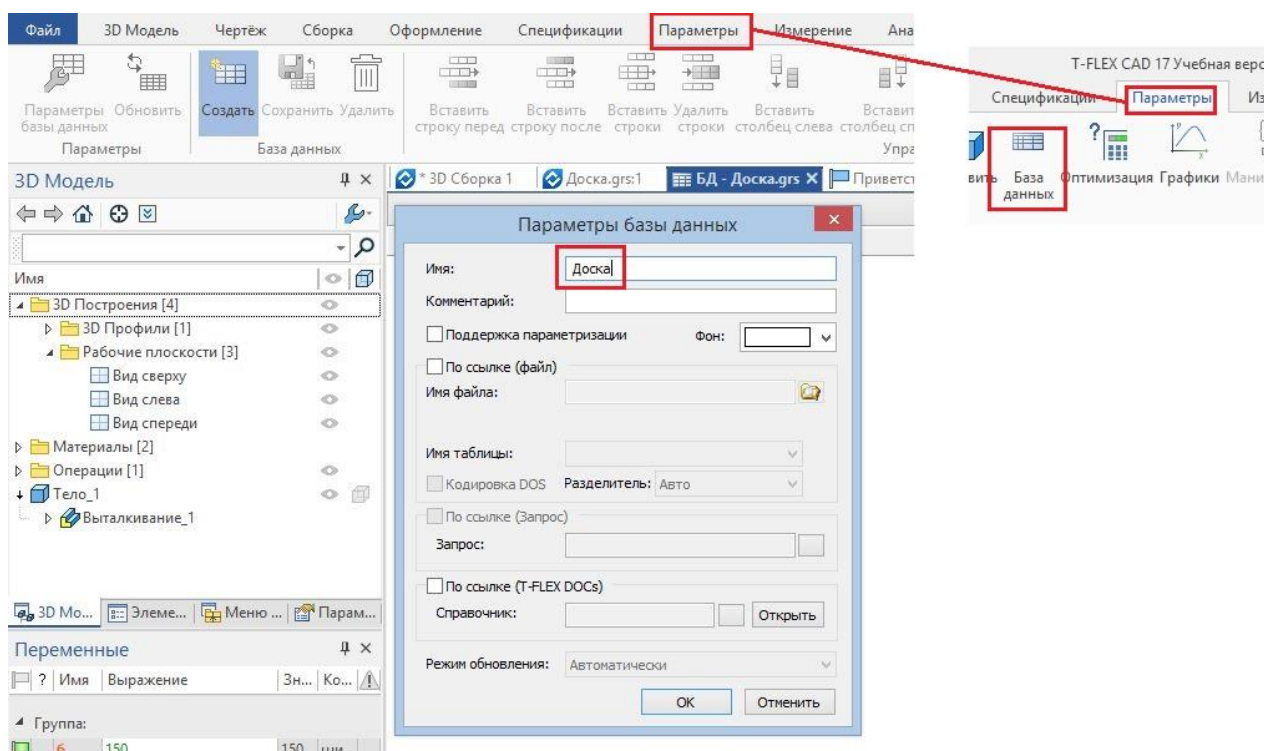
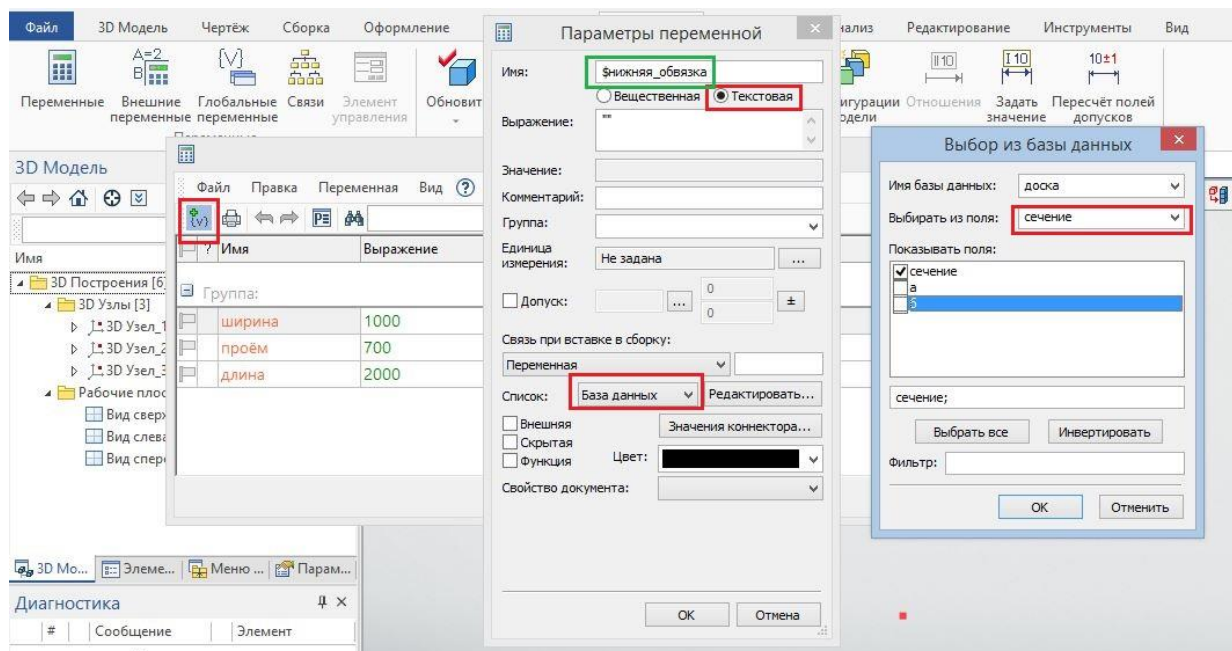

Рис. 7 — Создание Базы данных
Рис.15 — Создание переменной для сечения пиломатериала
Базу данных создаём через меню «Параметры» (рис. 7). Имя для БД лучше давать короткое, так будет удобнее писать её переменные. При нажатии «ОК» сразу начинают создаваться столбцы БД.
Кроме разметки для наиболее удобной работы нужна ещё дополнительная подготовка модели. Дело в том, что в конструкции душевой можно выделить отдельные группы деталей — верхняя и нижняя обвязки, обшивка, стойки и т. д. Для всех деталей каждой группы логично назначать одинаковый профиль материала, и для удобства редактирования фрагментов в этих группах мы создадим переменные, которые будут определять сечение пиломатериала. Для этого в файле сборки создаём такую же базу данных, как и в модели доски (см. рис. 7...9). Затем создаём набор текстовых переменных, которые будут брать значение из столбца «сечение», для каждой конструктивной группы должна соответствовать своя переменная (либо переменная может быть одна на несколько групп, если для них сечение пиломатериала планируется одинаковое) (см. рис. 15, 16).
- брать нужное значение из базы данных («доска») в модели сборки душевой кабины, исходя из значения переменной «\$пол» (она определяет сечение материала для досок пола, см. рис. 15):